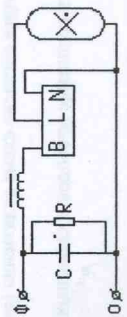

Рис.3
5.2. Подключение проводов сети производится к клеммной колодке согласно схеме включения (рис.3), а